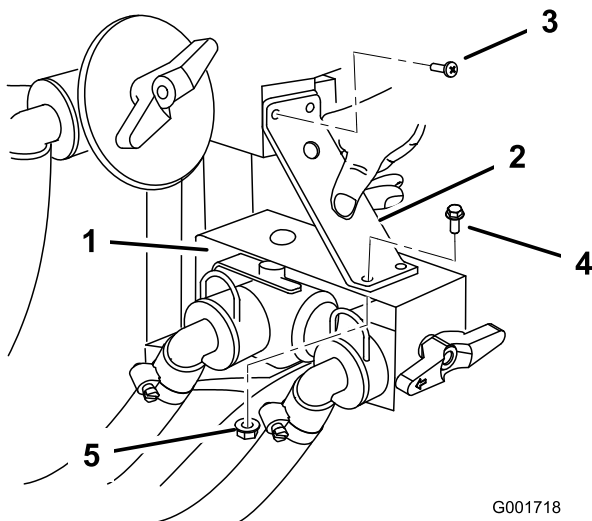

Bild 12
9. Bringen Sie die Stützhalterung über der Halterung des Regelventils an. Befestigen Sie den oberen Teil der Stützhalterung mit den zwei vorhandenen Schrauben, mit denen der obere T-Anschluss befestigt ist (Bild 12). Befestigen Sie den unteren Teil